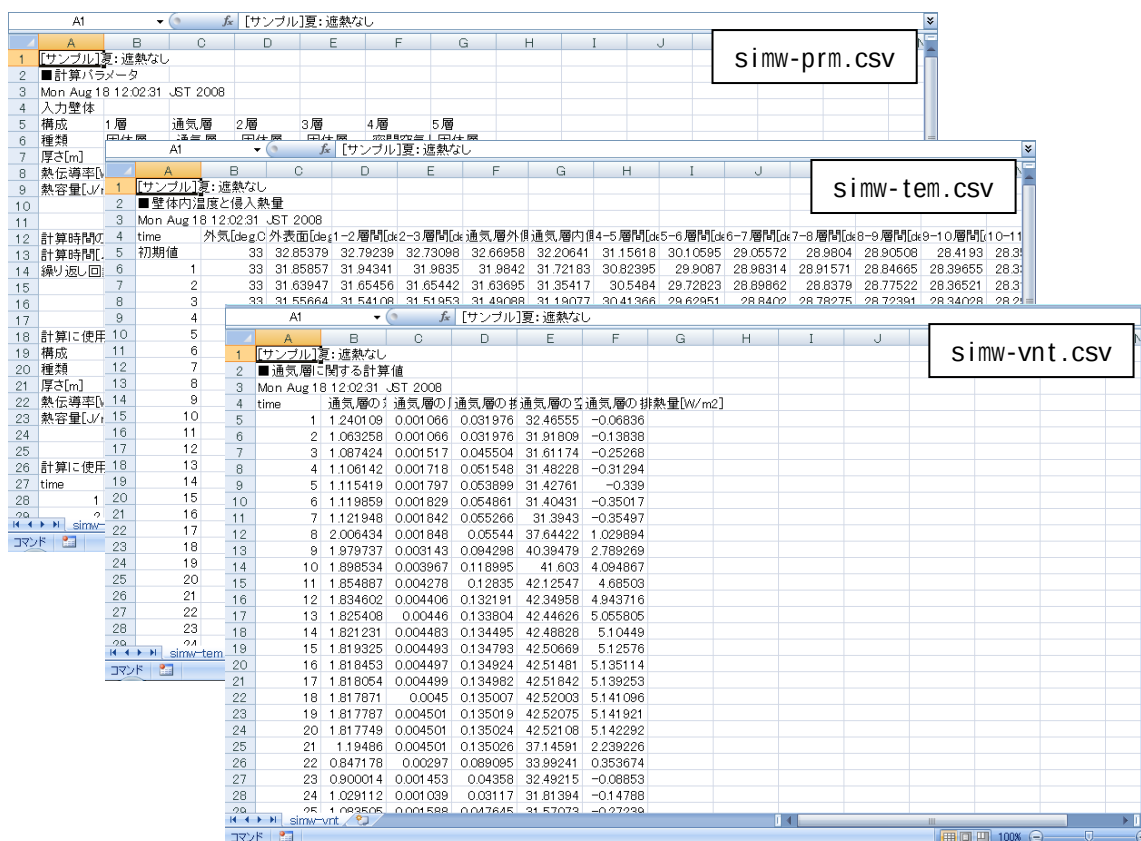

図 3-7 出力ファイル(simw-prm.csv, simw-tem.csv, simw-vnt.csv)
(6) 計算結果は、出力先のフォルダ内に図 3-7 に示す CSV 形式ファイルで保存されます。